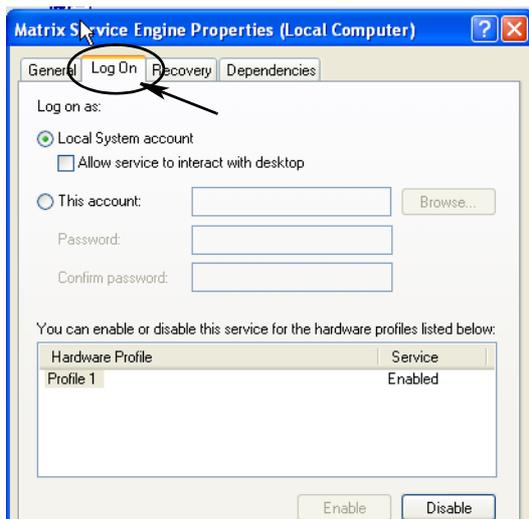

FIG. 57
e. Selezionare la scheda Log On (Accesso) (FIG. 57).